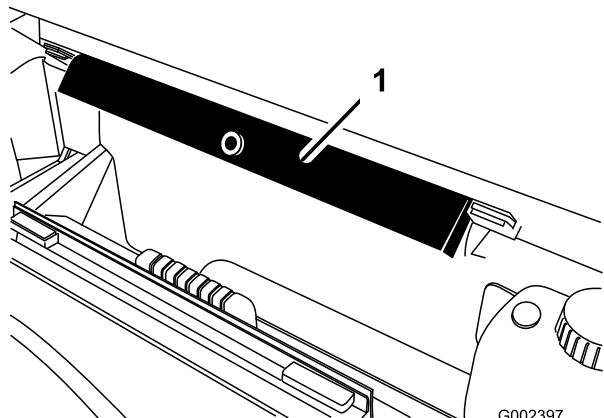

図 28
2. ROPS パネルの後ろについている保管用ブラケットから荷台サポート（安全サポート）を取り外す（図 28）。